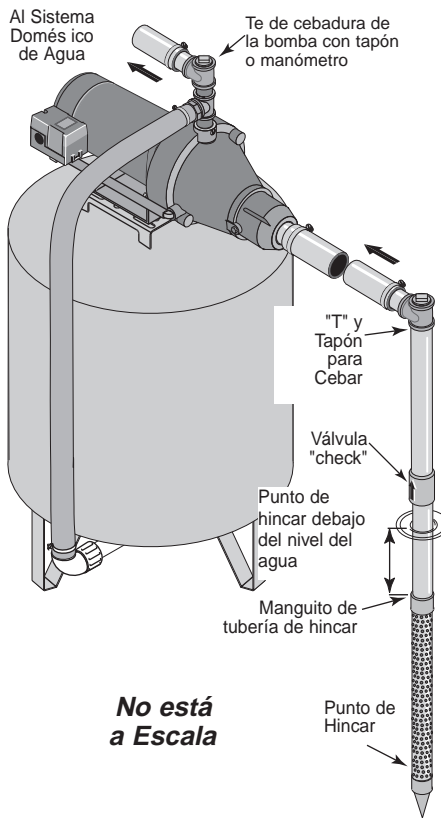

Figura 1 - Instalación del Punto de Hincar
INSTALACION DEL PUNTO DEL POZO (PUNTO DE HINCAR) (Figura 1)
- Paso 3. Utilice el menor número de conexiones posible (especialmente codos) al conectar la tubería desde el punto del pozo al orificio de succión de la bomba. La tubería de succión debe ser por lo menos del mismo tamaño que el orificio de succión en la bomba (incluya una válvula "check" si su equipo no está equipado con una) - Vea la Figura 1. Soporte la tubería para que no haya inclinaciones verticales o hundimientos en ella a fin de que no se ejerza tensión sobre el cuerpo de la bomba y con el propósito de que no se incline ligeramente hacia arriba desde el pozo hacia la bomba (los puntos altos pueden ocasionar que se formen bolsas de aire que pueden bloquear la bomba). Selle las juntas de la tubería de succión con cinta de teflón o con un compuesto a base de teflón especial para las juntas de las tuberías. Las juntas deben de ser a prueba de agua y estar herméticamente cerradas. Si la tubería de succión pudiera succionar aire, la bomba no podría sacar agua del pozo. Si un punto de pozo no proporciona suficiente agua, considere la posibilidad de conectar dos o tres puntos de pozo a una tubería de succión.